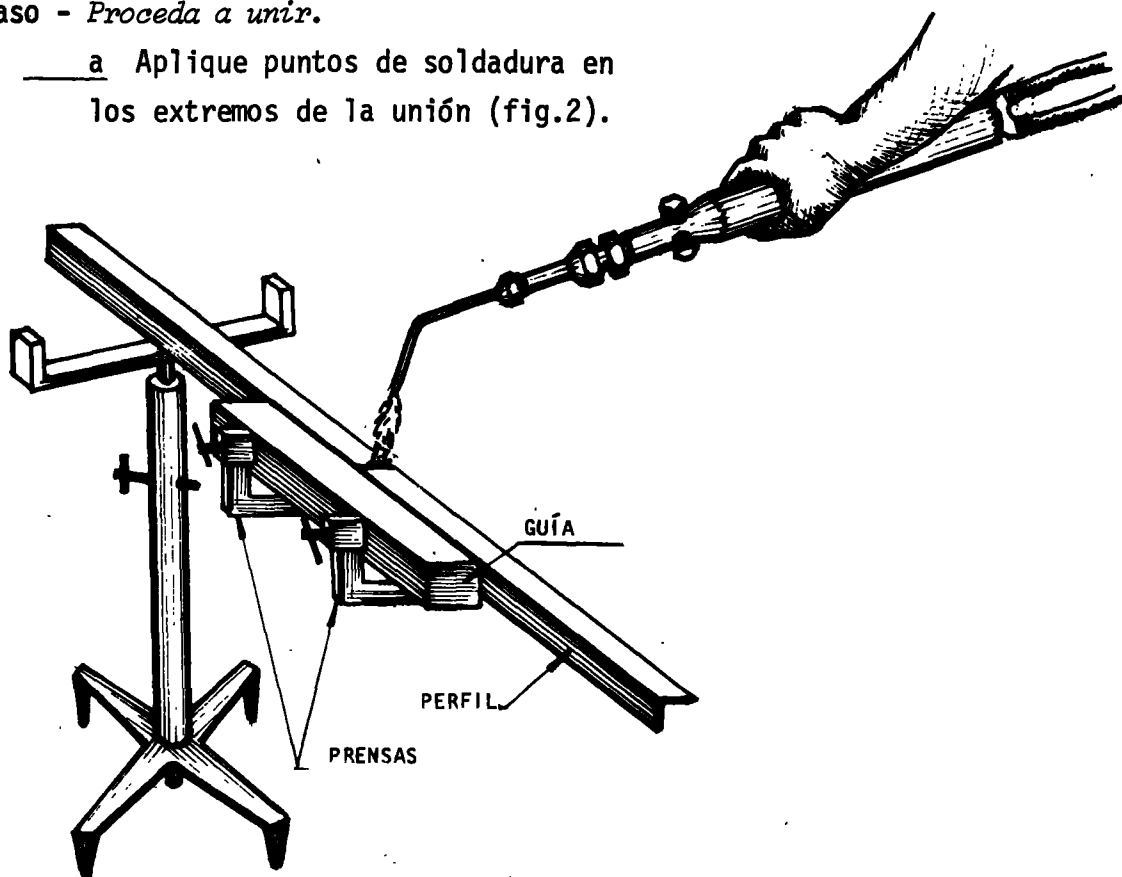

Fig. 2
- \_\_\_ a Aplique puntos de soldadura en los extremos de la unión (fig.2).